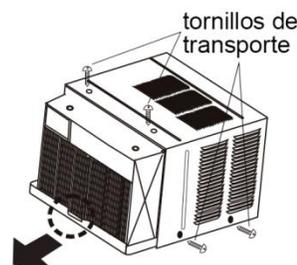

Fig.5
7. Retire los tornillos de transporte de la parte superior y en el costado de la unidad por la base, si están instalados (Ver Fig. 5).